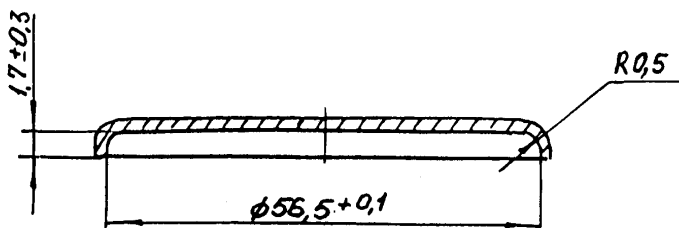
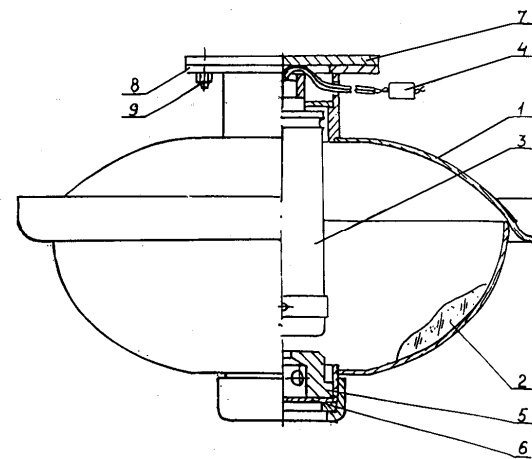

Рисунок 4
Рисунок 1
4.1.1 МПП (см. рисунок 1) состоит из корпуса **1**, в котором размещаются огнетушащий порошок (ОП) **2** и источник холодного газа (ИХГ) **3** с электровоспламенителем **4**. В нижней части корпуса находится насадок-распылитель **5**, выходное отверстие которого перекрыто мембраной **6**.
7.4 При перезарядке и сборке сработавшего на тушение возгорания МПП необходимо использовать ИХГ (поз. 3 рисунок 1)
ИХГ-4(М)-01 СИАВ 066614.023.000 ТУ и устанавливать мембрану (поз. 6 рисунок 1), изготовленную по чертежу (рисунок 4) из листа АМцН2-0,5 ГОСТ 21631-76. После установки мембраны необходимо обеспечить момент затяжки гайки усилием  $(150 \pm 10) \text{ Н} \cdot \text{м}$ .
6.2 Закрепить кронштейн 7 (см. рисунок 1) на потолке. Координаты отверстий в кронштейне, предназначенном для крепления МПП приведены на рисунке 2.
6.3 Соединить МПП с кронштейном введением шпилек кронштейна в отверстия фланца 8 (см. рисунок 1) верхней горловины корпуса МПП, установить на шпильки шайбы пружинные и закрепить гайками М6.